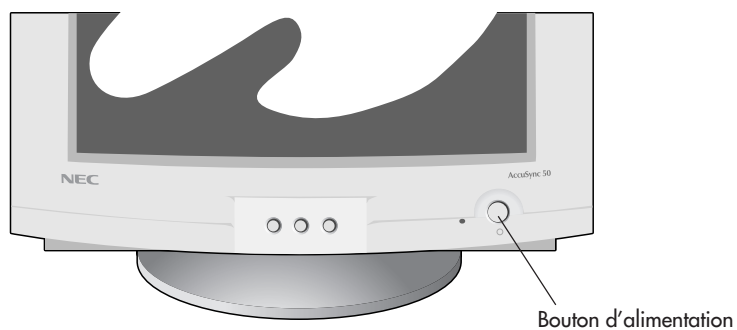

Figure D.1
5. Allumer le moniteur (**Figure D.1**) et l'ordinateur.